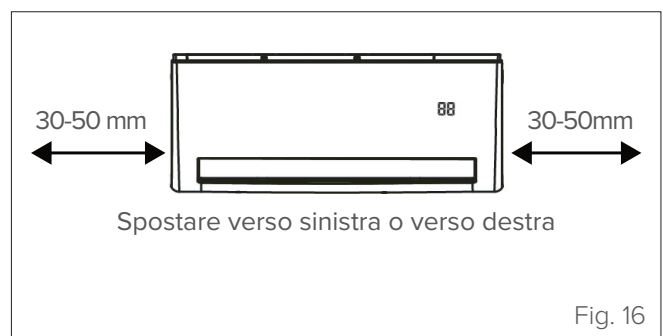

Fig. 16
- 1 Assemblare il tubo di drenaggio, i tubi del refrigerante e i cavi come indicato nella "Fig. 16".
- 3 Usando un nastro isolante, avvolgere insieme i cavi elettrici, i tubi del refrigerante e il tubo di drenaggio. Controllare che tutti i componenti siano uniti come indicato nella "Fig. 16"